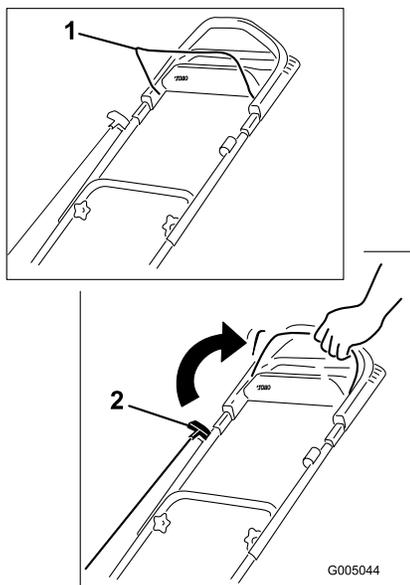

Figura 14
2. Sujete la barra de control de la cuchilla contra el manillar (Figura 14).